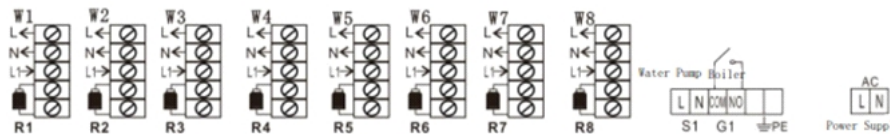

Рисунок 2
- 5.4.2 Электроподключения выполняются в соответствии с приведенной ниже схемой (рис. 2).